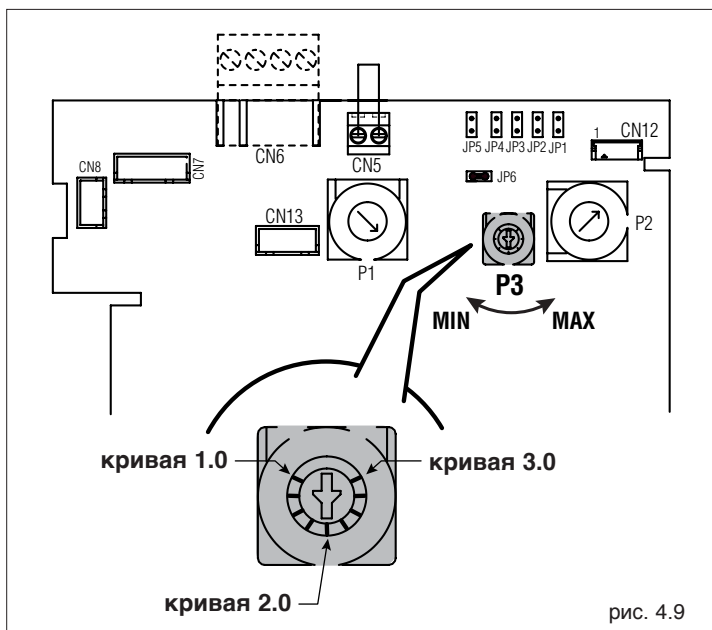
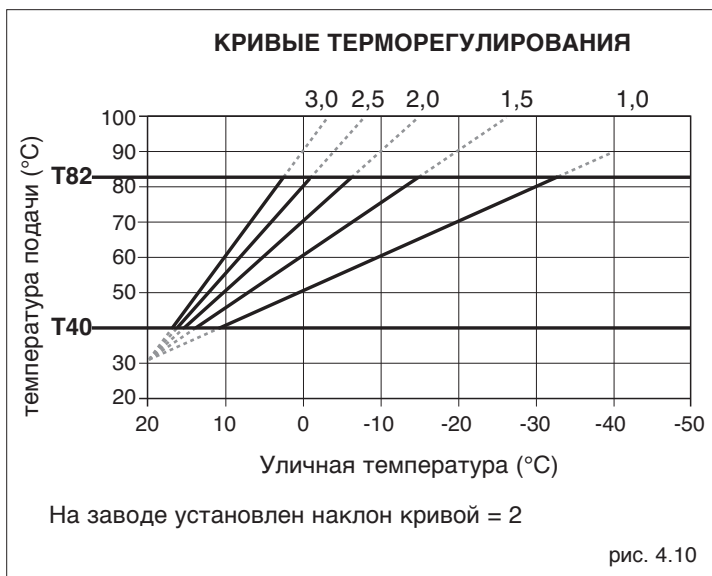
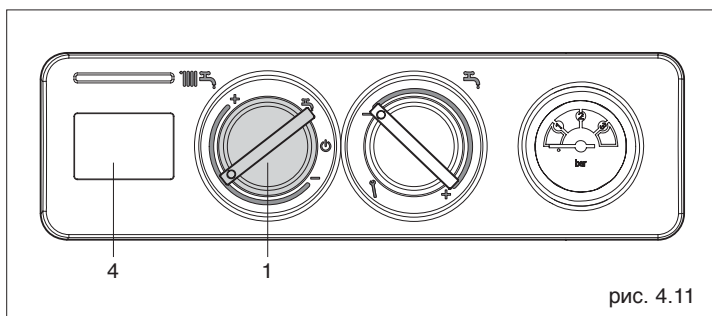

рис. 4.9
рис. 4.10
рис. 4.11
С помощью потенциометра P3 (рис. 4.9) который находится на электронной плате котла можно изменить наклон кривой терморегулирования.
Наклон кривой можно менять в диапазоне от 1,0 до 3,0. На рис. 4.9 для примера наклон кривой установлен на значение 2,0. Заданную температуру в котле в зависимости от температуры наружного воздуха можно определить из графика на рис. 4.10 при условии, что переключатель (1, рис. 4.11) установлен в промежуточном положении (комфортная температура 20С).
Существует возможность изменения заданной температуры в котле, не изменяя наклон кривой и температуру наружного воздуха. Это можно сделать с помощью переключателя режимов работы (1, рис. 4.11).
При вращении переключателя (1, рис. 4.11), на дисплее (4, рис. 4.11) высвечивается температура на выходе из котла рассчитанная с учетом наружной температуры, заданной температурой и установленным углом наклона кривой. Через несколько секунд после прекращения вращения переключателя на дисплее высветится текущая температура в котле.
Если переключатель режимов находится в промежуточном положении (1, рис. 4.11) коррекция температуры на выходе из котла не производится. Если необходимо изменить заданную температуру на выходе из котла для повышения комфорта в помещении можно сделать корректировку:
- поверните переключатель режимов (1, рис. 4.11) в сторону со знаком - . Заданная температура на выходе из котла упадет;
- поверните переключатель режимов (1, рис. 4.11) в сторону со знаком + . Заданная температура на выходе из котла увеличится.